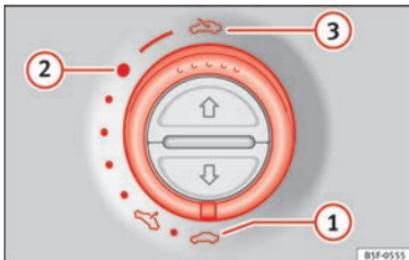

Abb. 13
- Öffnen: Drehen Sie den Schalter auf die Position » Abb. 13 ③.
- Komfortstellung: Drehen Sie den Schalter auf die Position » Abb. 13 ②.
- Schließen: Drehen Sie den Schalter auf die Position » Abb. 13 ①.